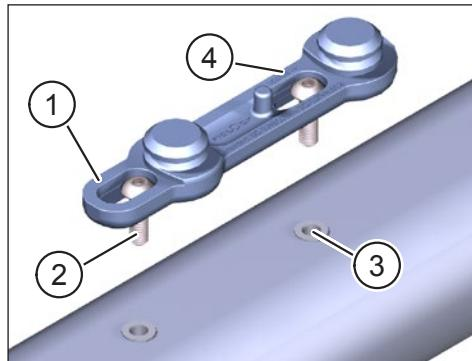

Fig. 1: Bevestig de FIDLOCK® Bike Base aan de e-bike
- ▶ Bevestig de FIDLOCK® Bike Base (Pos. 1 in Fig. 1) met de twee knoopkopschroeven (Pos. 2 in Fig. 1) in de daarvoor bestemde gaten (Pos. 3 in Fig. 1, volg de specificaties van de fietsfabrikant) in het frame van de e-bike.